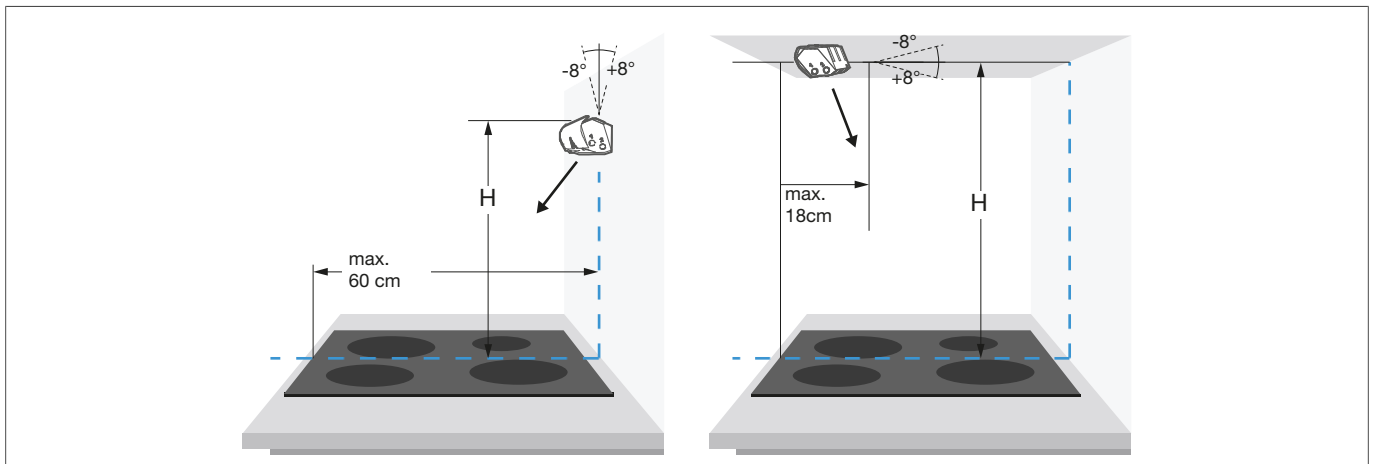

Bild 8: Wandmontage (links); Montage unter der Dunstabzugshaube (rechts)
Die Sensoreinheit kann wahlweise an der Wand oberhalb des Herdes/Kochfeldes oder direkt unter die Dunstabzugshaube (Bild 8) montiert werden. Die Sensoreinheit überwacht die Temperatur und die Benutzung des Herdes/Kochfeldes und schaltet im Alarmfall die Stromzufuhr ab.
- 3 Montagehalterung (8) wieder an der Sensoreinheit befestigen.
- 5 Sensoreinheit mittels vorinstalliertem Klebestreifen (Bild 8) anbringen (Optional: beiliegendes Befestigungsmaterial verwenden).
Für die Erstinbetriebnahme sind die Standardeinstellungen des Herdwächters zu verwenden. Weichen die Montagehöhe der Sensoreinheit oder die Abmessungen des Herdes/Kochfeldes von den Standardwerten (Bild 8) ab, so ist die Inbetriebnahme manuell durchzuführen (siehe Manuelle Inbetriebnahme).
Eine manuelle Inbetriebnahme ist dann erforderlich, wenn der Herd ausgetauscht wurde, die Herdabmessungen und die Montagehöhe der Sensoreinheit von den Standardwerten (Bild 8) abweichen oder es zu häufigen Fehlalarmen kommt.